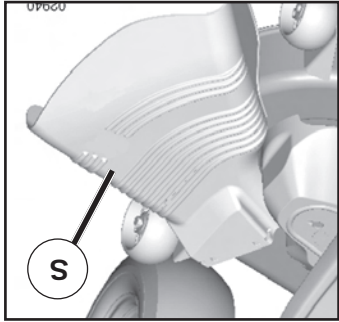

Fig. 10
contra la descarga (S) en su lugar. (Vea Fig. 10)